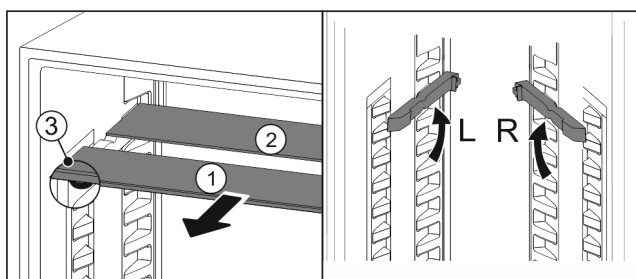

Fig. 94
- ▶ Skleněné desky jednotlivě vytáhněte dopředu Fig. 94 (1).
- ▷ Skleněná deska Fig. 94 (1) s ozdobnou lištou leží vpředu.
- ▷ Zarážky Fig. 94 (3) směřují dolů.